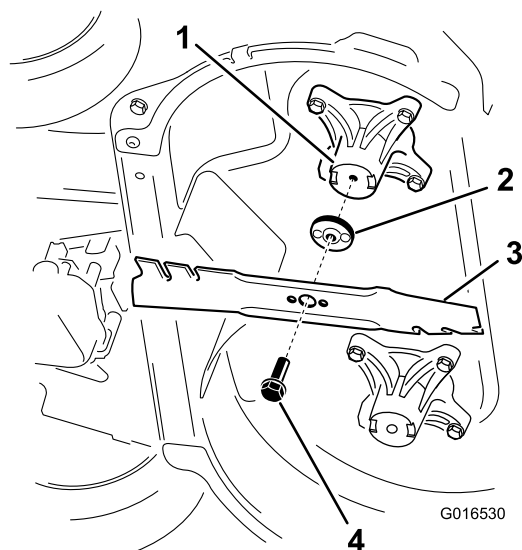

Figure 30
2. Déposez chaque lame comme montré à la Figure 30.
1. Montez la première lame de sorte qu'elle soit horizontale, et reposez toutes les fixations, comme montré à la Figure 30.